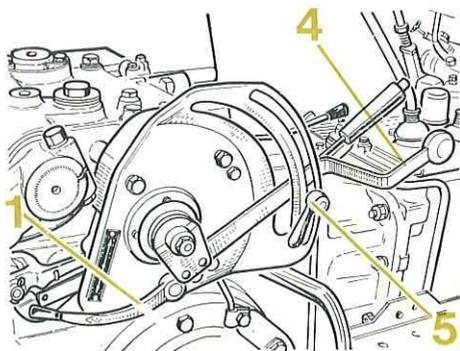

FIG. 42
A chaque position du levier (4) fig. 42 de commande du relevage sur le secteur, correspond une hauteur bien déterminée et constante des bras de relevage, donc de l'outil. Inversement le relevage total est réalisé lorsque le levier de commande est porté en butée vers l'arrière du secteur.
En travail pour des outils non équipés de roues ou de patins de limitation de terrage, mais qui doivent toujours occuper une position identique, il suffit de régler la butée (5) fig. 42 lorsque la profondeur désirée est atteinte. En portant le levier de commande au contact de cette butée, on retrouve un terrage de l'outil strictement égal.